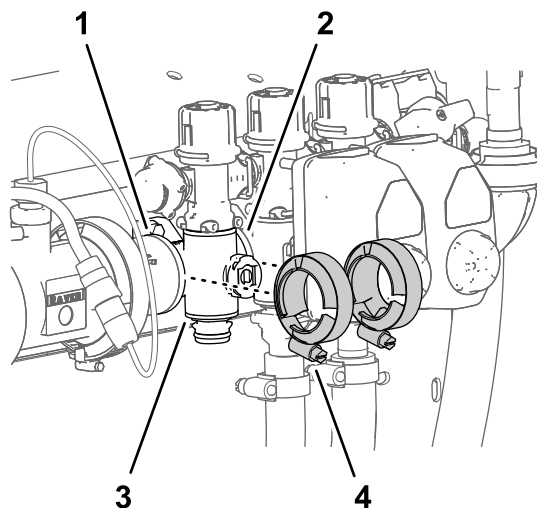

Figura 126
3. Retire as 3 braçadeiras da flange que prendem a válvula do coletor da secção às flanges dos componentes adjacentes (Figura 126).